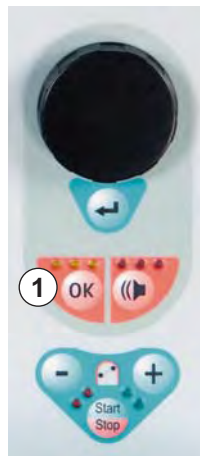

Рис. 9-5 Кнопка *OK* с желтыми светодиодами
Такие предупреждения также отмечаются желтыми светодиодами, горящими над кнопкой *OK* (Рис. 9-5 , ①).